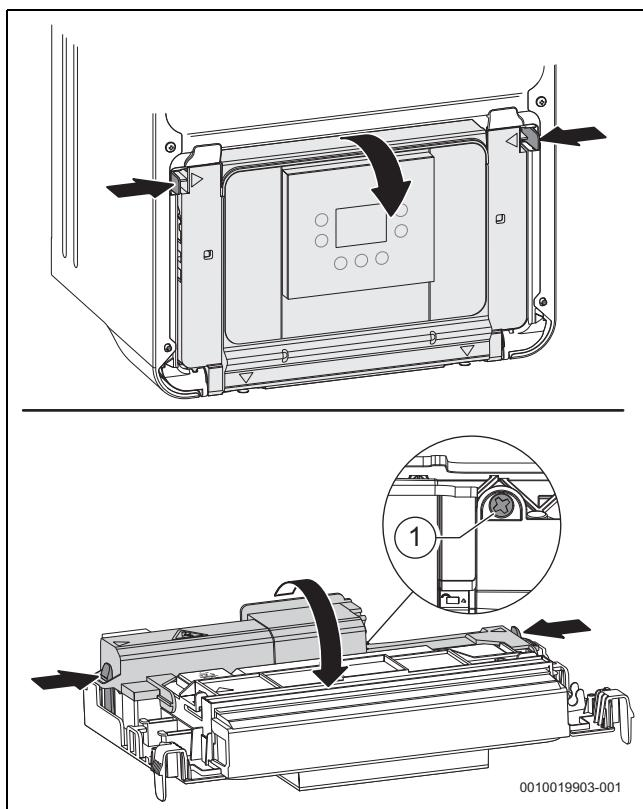

Fig. 27 Abrir a tampa
- Deslocar a unidade de comando para baixo (→ Fig. 27).